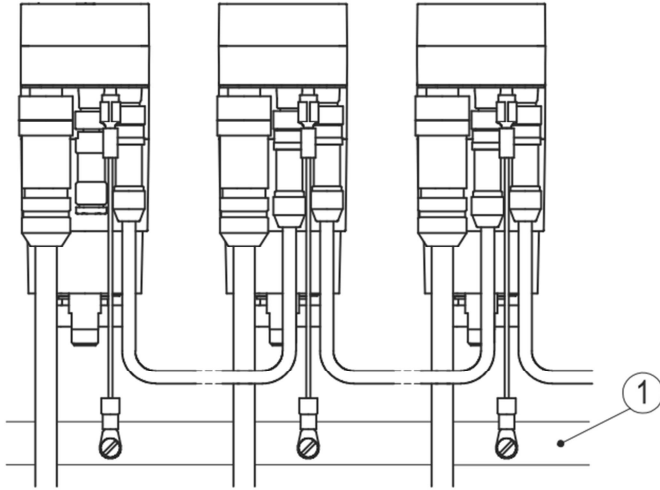

図 6 : アースバー
アース線は極力短くし、2.5~4 mm² の撚り線をタブ・オン接続子(6.3mm)メスを使用して接続します。複数の機器をご使用いただく場合、アースバー①への接続を推奨します。(図 6 参照)